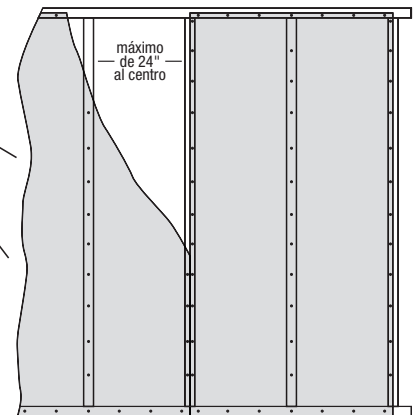

Ilustración 2
- Coloque los sujetadores a 3/8" de los bordes de los paneles y a no menos de 2" de las esquinas (ilustración 2).